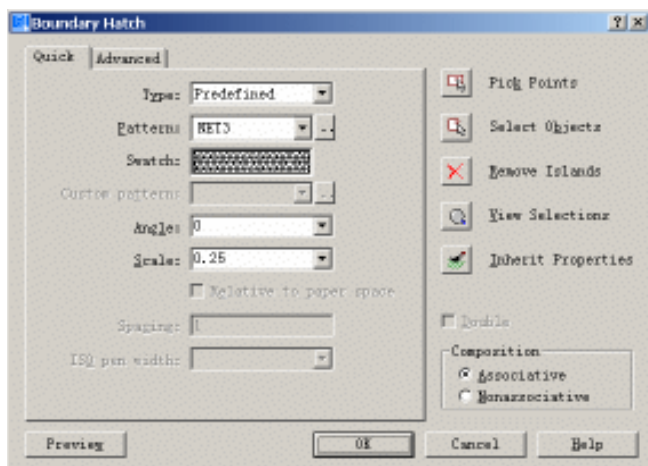
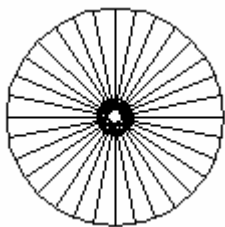

图 9.6 Boundary Hatch (边界图案填充) 对话框
图 9.7 填充效果
(4) 选择【Draw】|【Hatch】命令进行图案填充，将出现的 Boundary Hatch (边界图案填充) 对话框按如图 9.6 所示的进行设置，效果如图 9.7 所示。